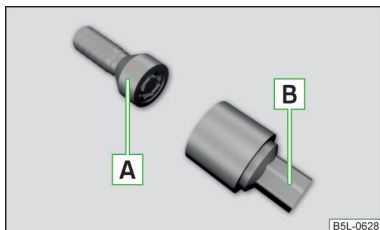

Fig. 152
Șuruburile de roată antifurt protejează roțile față de un furt. Acestea pot fi **slăbite/strânse** exclusiv cu adaptorul **B** » fig. 152.
- › Introduceți cheia de roți pe șurub până la capăt. Pentru șuruburile de roată antifurt folosiți adaptorul corespunzător » fig. 152 la pagina 132.